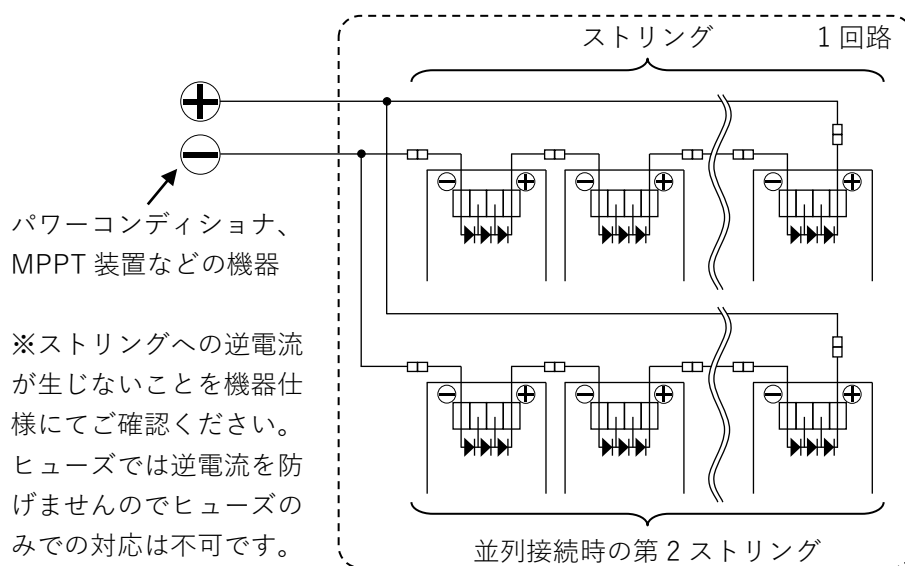
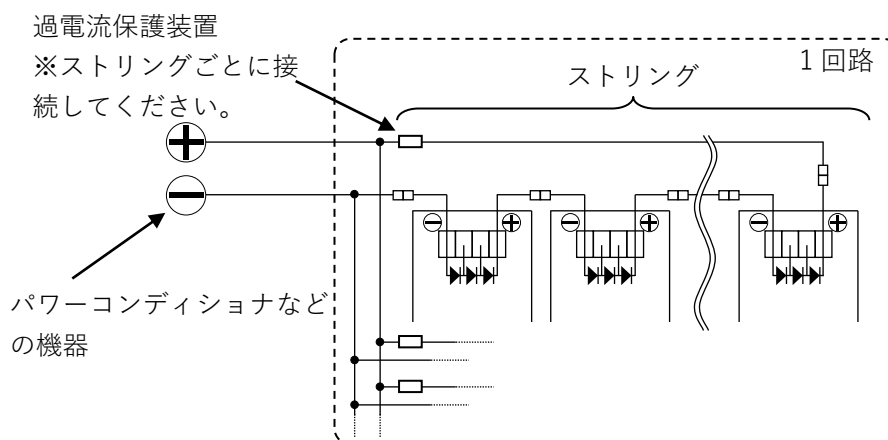

図 5. 2 本のストリングを並列接続する場合
図 6. 3 本以上のストリングを並列接続する場合
① 2 本のストリングを並列接続する場合 (図 5)
② 3 本以上のストリングを並列接続する場合 (図 6)
- ・ 分岐ケーブルを使用して並列接続する場合は、図 5、図 6 のように並列接続するストリングの正極(+)側同士、負極(-)側同士を接続してください。